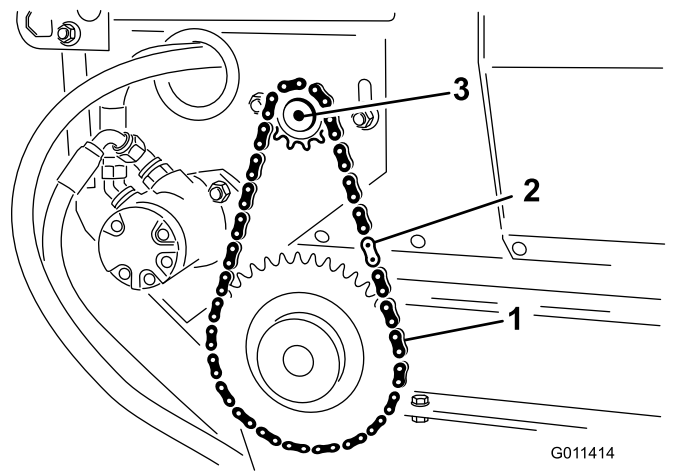

Figura 30
2. Retire el eslabón maestro de la cinta y retire la cadena del piñón pequeño (Figura 30).